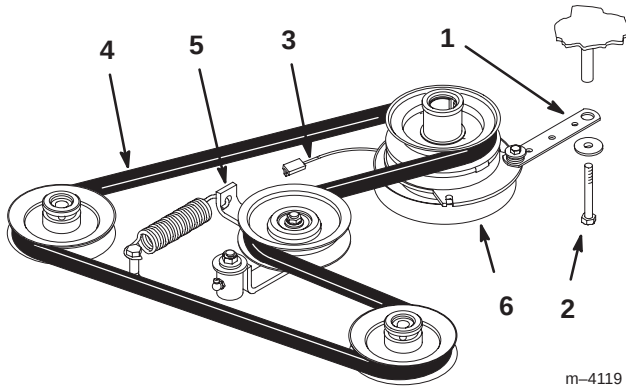

Figure 66
2. Enlevez le boulon de la barrette de l'embrayage et débranchez le fil de l'embrayage électrique (Fig. 66).
3. Ecartez la poulie rappelée par ressort. Déposez la courroie de transmission des poulies du moteur et de la pompe hydraulique (Fig. 66).
4. Installez la courroie neuve sur les poulies du moteur et de la pompe hydraulique (Fig. 66).
5. Ecartez la poulie rappelée par ressort, alignez la courroie, puis relâchez-la (Fig. 66).